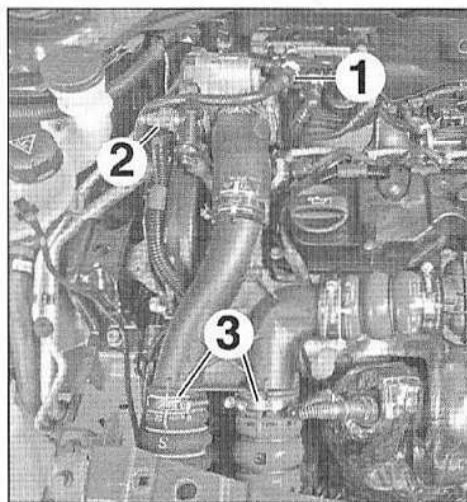

FIG.1
- Débrancher les raccords des canalisations d'alimentation (1) et de retour de carburant (2) (Fig.1).
- Déposer les raccords d'air de suralimentation (3) de l'échangeur air/air.